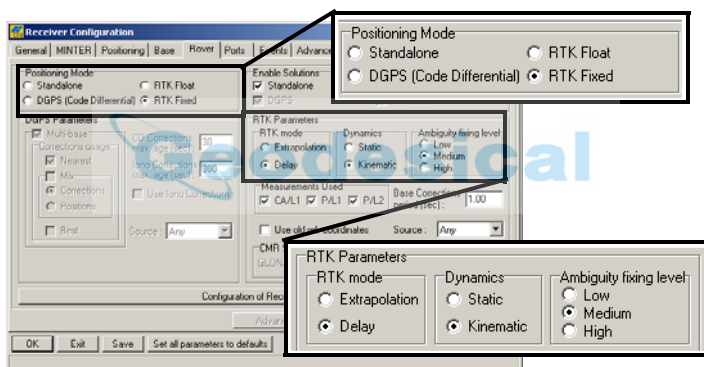

Figura 3-13. Configuración del Rover
10. Para el receptor Rover, haga clic en la pestaña *Rover* y configure los siguientes parámetros, a continuación haga clic en **Apply** (Figura 3-13 de la página 3-18).